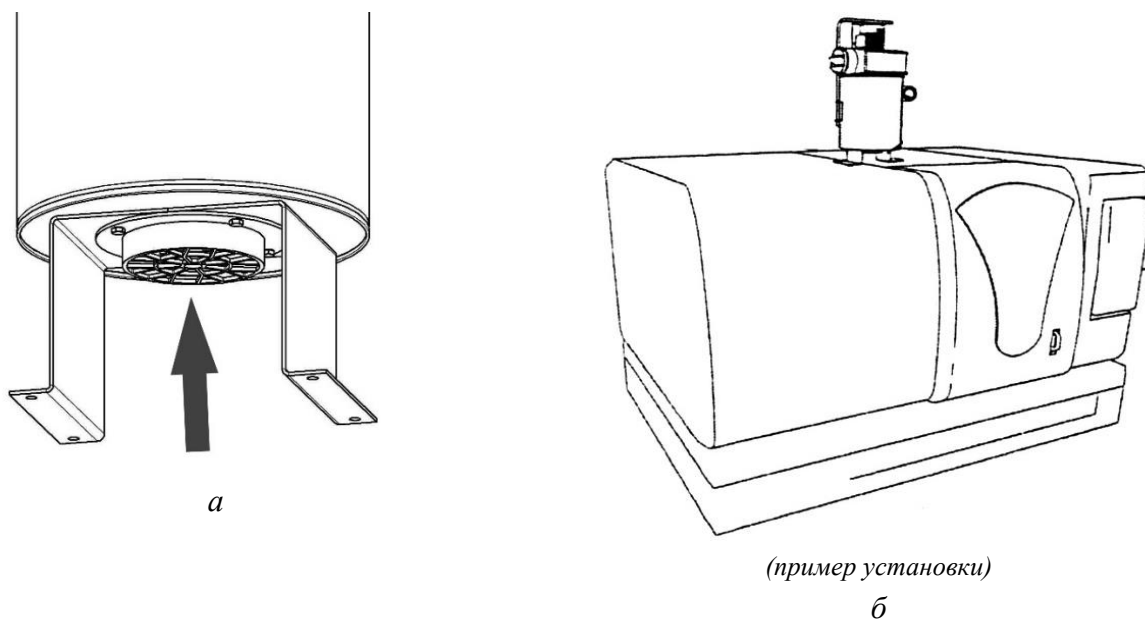

Рисунок 5
- 2) установить кронштейны соосно входному отверстию, установить входной патрубок, закрепить болтами (рисунок 5а).